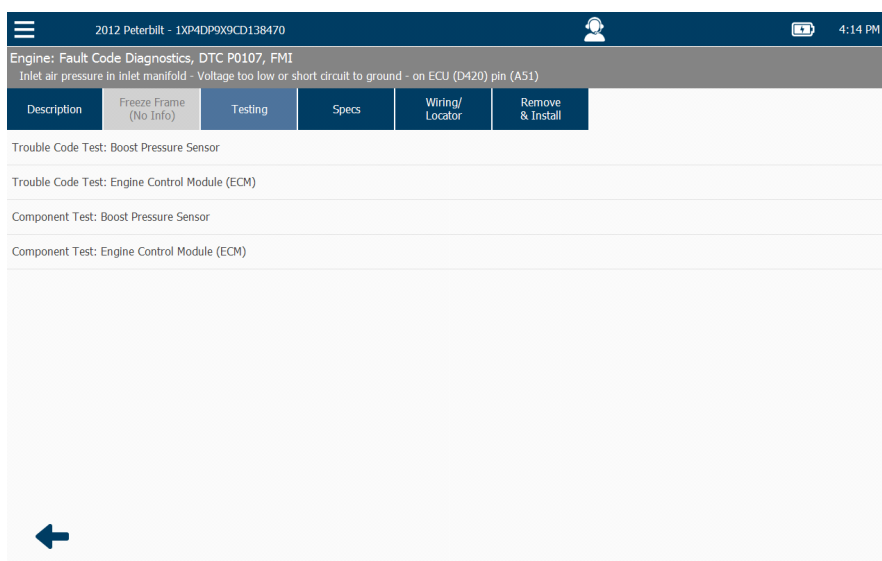

Figure 10.7 Onglet Testing activé
- Toucher la **flèche arrière** pour retourner à la liste de tests (Figure 10.7).